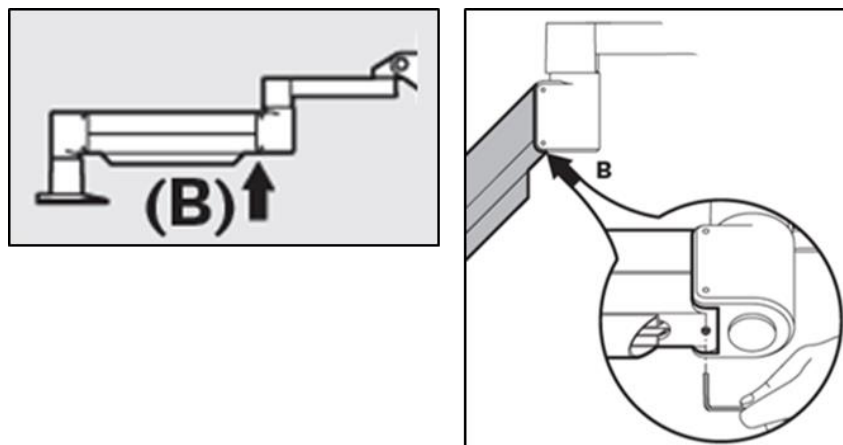

Figura 4-6. Slăbirea șurubului B de setare a contrabalansului
- Repoziționați brațul orizontal. Slăbiți **șurubul B de setare a contrabalansului** de deasupra, rotindu-l cel puțin o jumătate de tură. Folosiți un imbus de 3/32. Vezi Figura 4-6.
- Poziționați brațul orizontal și strângeți **șurubul B de setare a contrabalansului** până se realizează contactul, apoi strângeți o jumătate până la maximum trei sferturi de revoluție. Vezi Figura 4-6.